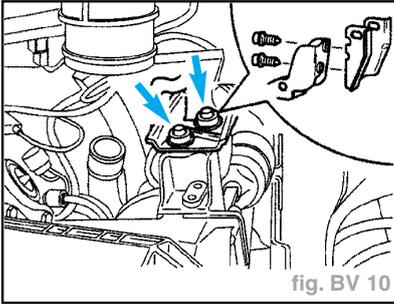

fig. BV 10
- Fixer le support sur la console de boîte de vitesses (flèches) (fig. BV 10).
- boulon (A) 2
- écrou sur vis (B) 10
- Support de console de boîte de vitesses (flèches) (fig. BV 10) 9